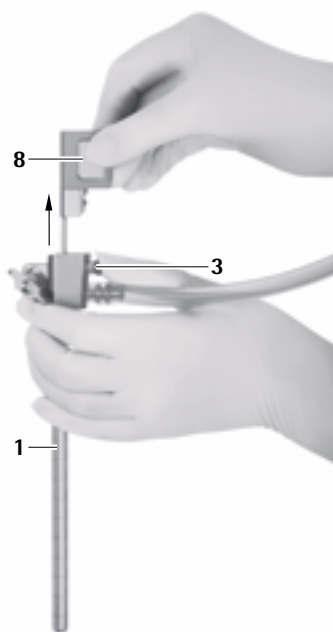

Fig. 10
- Tryck in urkopplingsknappen 3 och dra försiktigt ut optikkanalens obturator 8 ur MINOP inVent-troakaren 1, se Fig. 10.